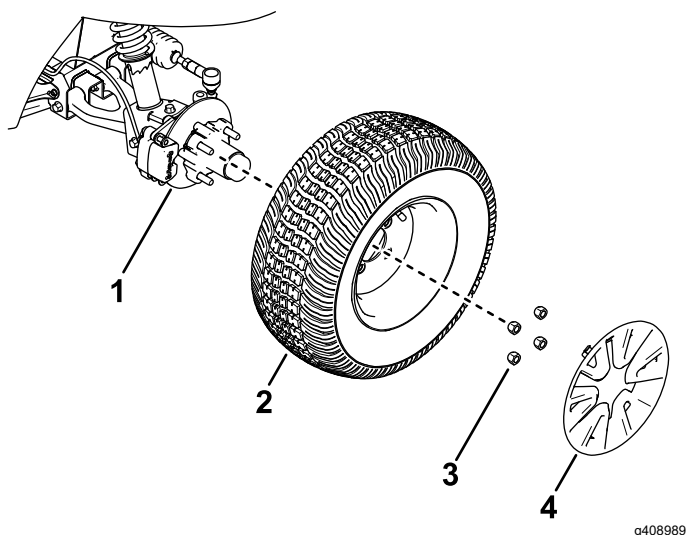

Figura 20
2. Retire a jante e as 4 porcas de rodas que prendem a roda ao cubo (Figura 20).
4. Alinhe os orifícios na roda com os pinos do cubo e monte a roda no cubo com a haste da válvula para fora (Figura 20).
5. Prenda a roda ao cubo utilizando as porcas das rodas (Figura 20).